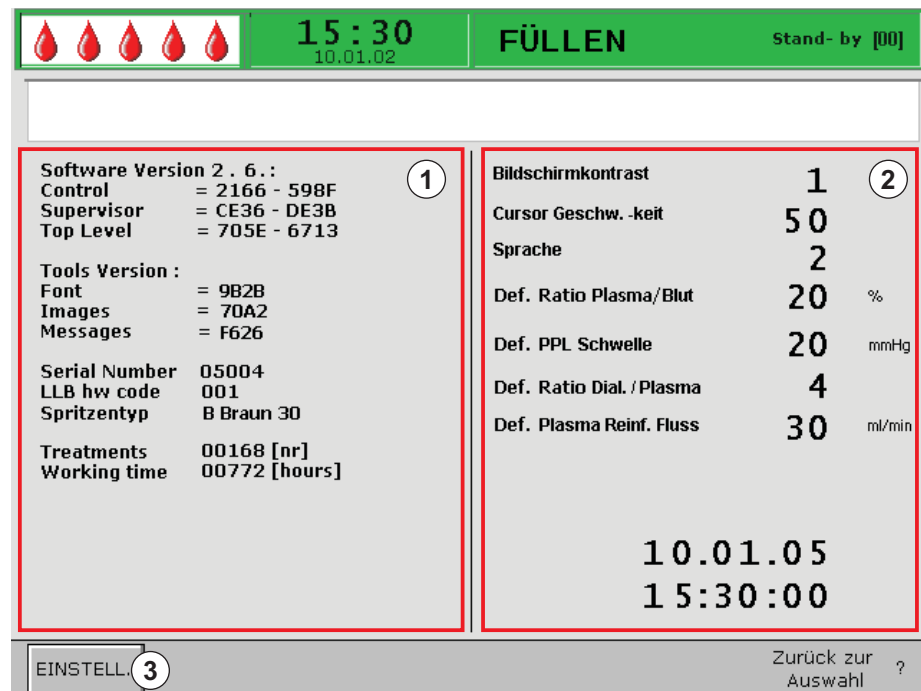

Abb. 4-4 Bildschirm *Einstellungen*
↪ Der Bildschirm *Einstellungen* (Abb. 4-4) erscheint, in dem die Maschinendaten auf der linken Seite ( ① ) und die voreingestellten Parameterwerte auf der rechten Seite ( ② ) angezeigt werden.